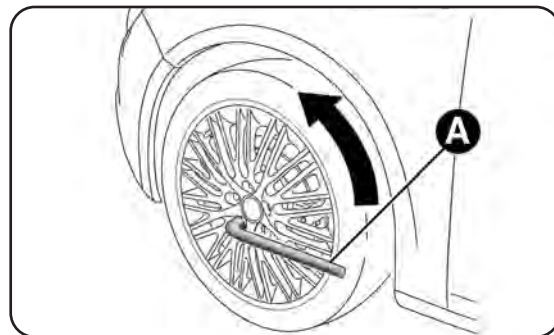
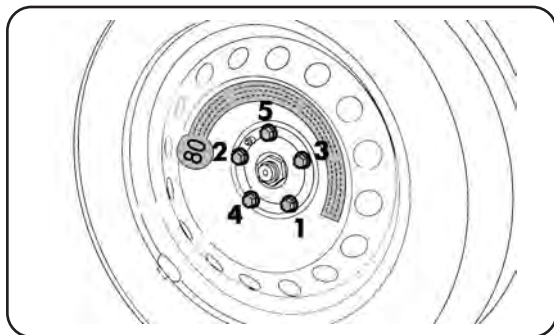

fig. 115
fig. 118
- prendi la chiave A-fig. 115 ed allenta di circa un giro i bulloni di fissaggio. Per le versioni dotate di cerchi in lega scuoti la vettura per facilitare il distacco del cerchio dal mozzo della ruota.
- prendi la chiave A-fig. 115 ed avvita a fondo i bulloni di fissaggio;
- mediante l'utilizzo della chiave A-fig. 115, avvita a fondo i bulloni, passando alternativamente da un bullone a quello diametralmente opposto, secondo l'ordine numerico illustrato in fig. 118;
- mediante la chiave A-fig. 115 avvita i bulloni di fissaggio;
- mediante la chiave A-fig. 115 avvita a fondo i bulloni, seguendo l'ordine numerico illustrato in fig. 118.